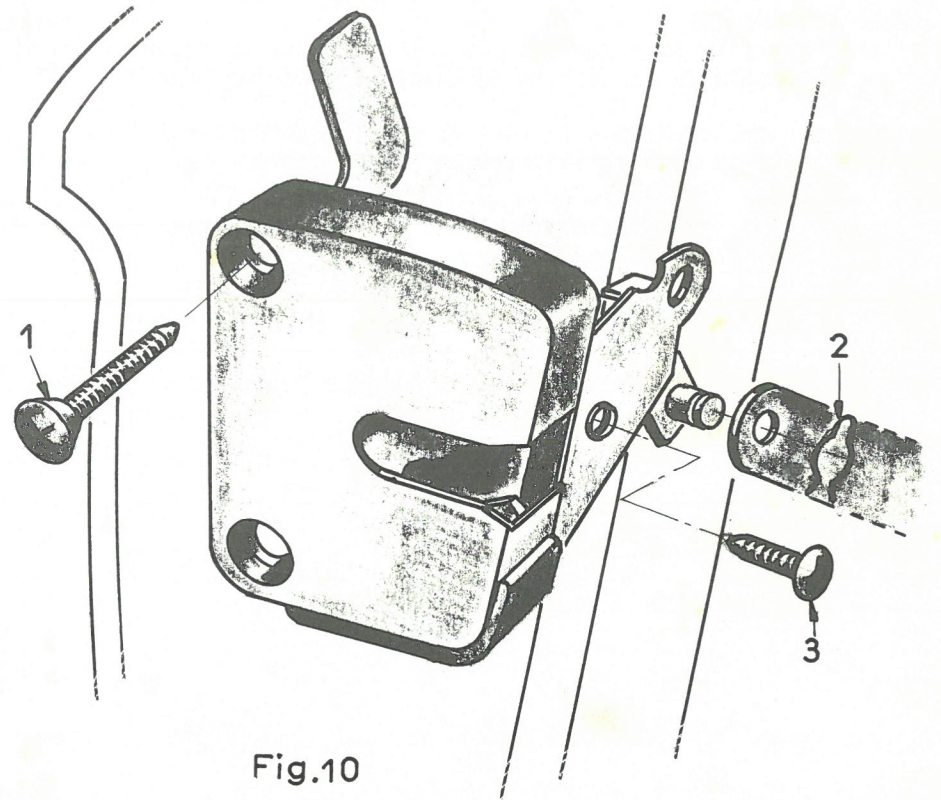

Fig. 10
- DEPOSE et POSE d'une SERRURE de PORTE - (Fig. 10).
- 2) Déposer l'agrafe (2) fixant l'extrémité de la commande intérieure d'ouverture de porte sur le levier de serrure.
- 3) Déposer les deux vis (1) et la vis (3).